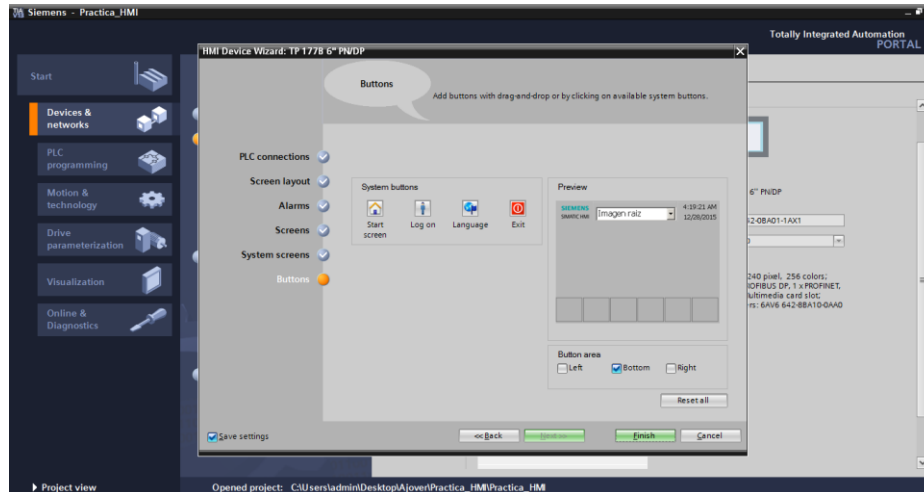

Figura 11. Ventana Botones.
6. **Selección de los Botones pre-configurados**, El software TIA Portal ofrece por medio de su plantilla una serie de botones pre-configurados, para este ejemplo quitar todos los botones. Ver Figura 11.